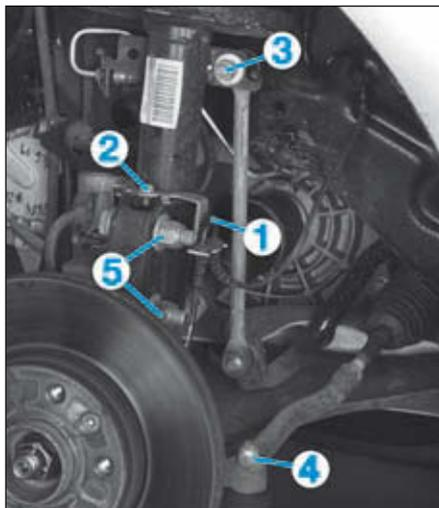

FIG.2
- le faisceau (1) du capteur de vitesse de roue du support du flexible de frein (Fig.2).
- le support (2) du flexible de frein,
- l'écrou supérieur de la biellette de barre stabilisatrice (3),
- l'écrou de la rotule de direction (4),
- les boulons (5) de l'élément de suspension,